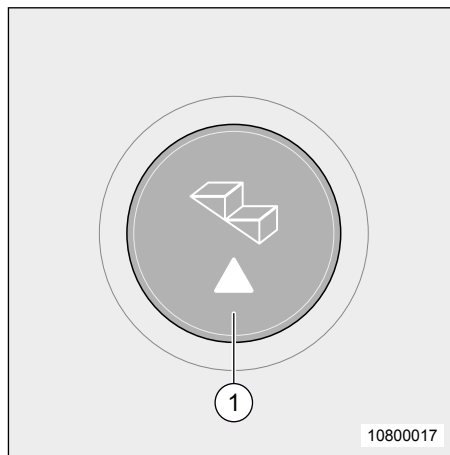
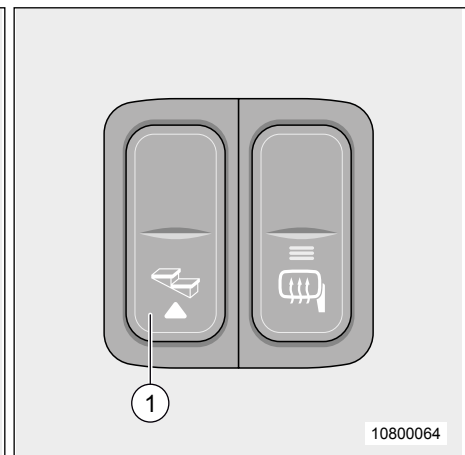

Fig. 7 Interrupteur marche-pied cabine Malibu T
Fig. 8 Interrupteur marche-pied cabine Malibu I
- Appuyer sur l'interrupteur à bascule (Fig. 7, pos. 1 ou Fig. 8, pos. 1) et le maintenir appuyé jusqu'à ce que la marche d'entrée soit complètement rentrée.